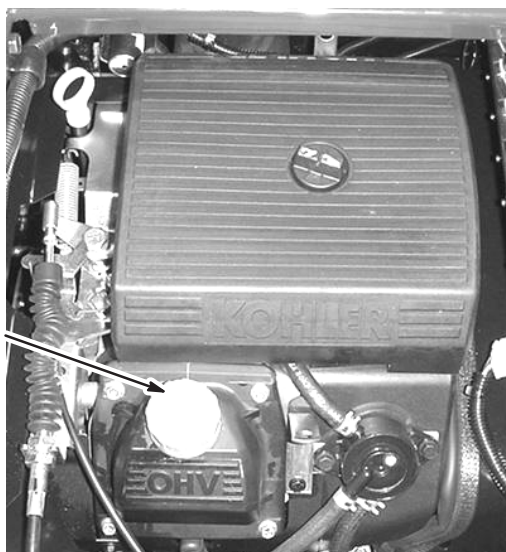

Bild 32
8. Gießen Sie ca. 80 % der angegebenen Ölmenge langsam in den Einfüllstutzen (Bild 32).